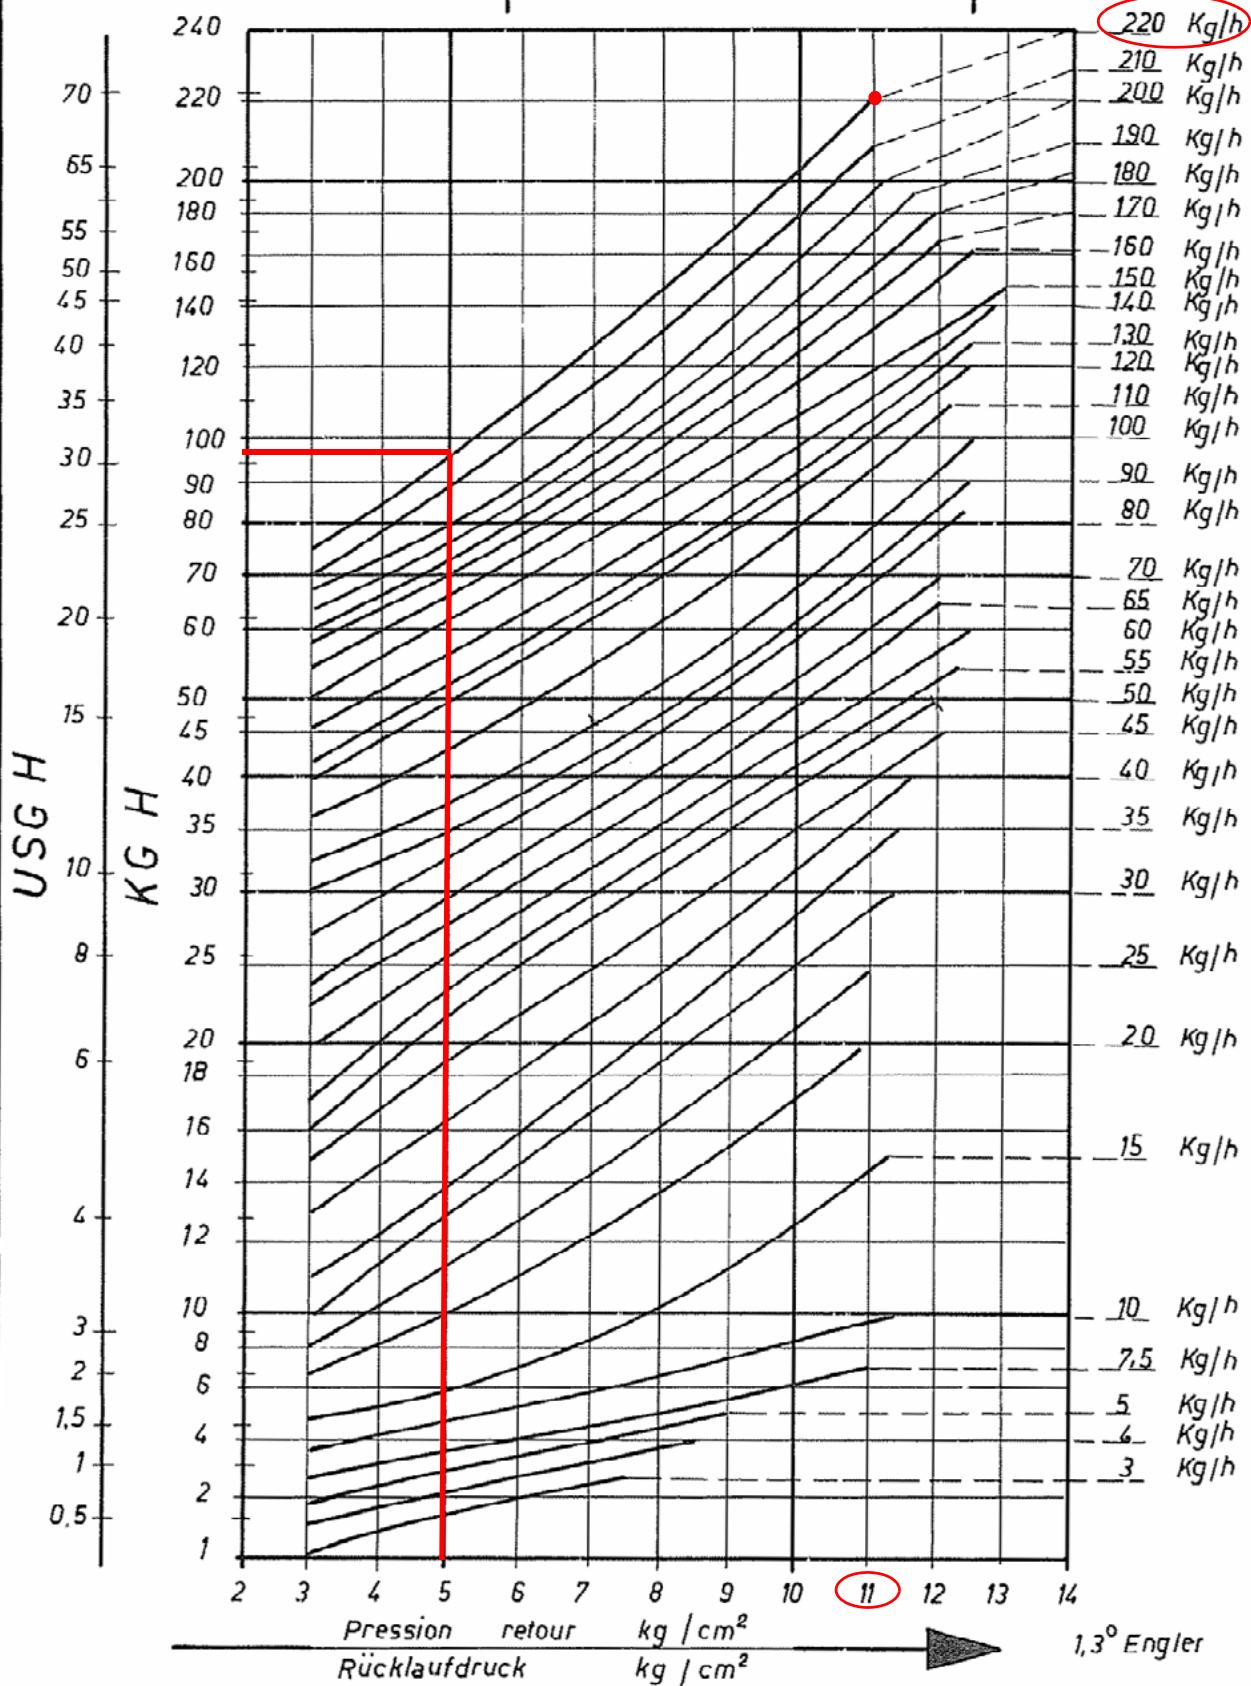

Рис. 21
Расход дизельного топлива регулируется за счет выбора форсунки (противопоточного типа), соответствующего мощности котла и типу применения размера, а также регулировки давления на прямом и обратном ходе жидкого топлива, согласно данных, указанных в таблице и на графике на Рис. 21 (для считывания давления - читайте последующие параграфы).
Пример : 80% номинального расхода на форсунке можно получить, если установлены форсунки с расходом более 100 кг/час, при давлении на обратном ходе примерно равном 18 бар (см. график на Рис. 21).
- 9 Давление питания форсунки уже отрегулировано заранее на заводе-изготовителе и не должно изменяться. Только в случае необходимости, отрегулировать давление питания (см. соответствующий параграф) следующим образом: установить манометр в положение, указанное на Рис. 23, воздействовать на регулировочный винт **VR** насоса (см. Рис. 22) до получения на форсунке давления в 25 бар (форсунки Fluidics - см. график на Рис. 21);